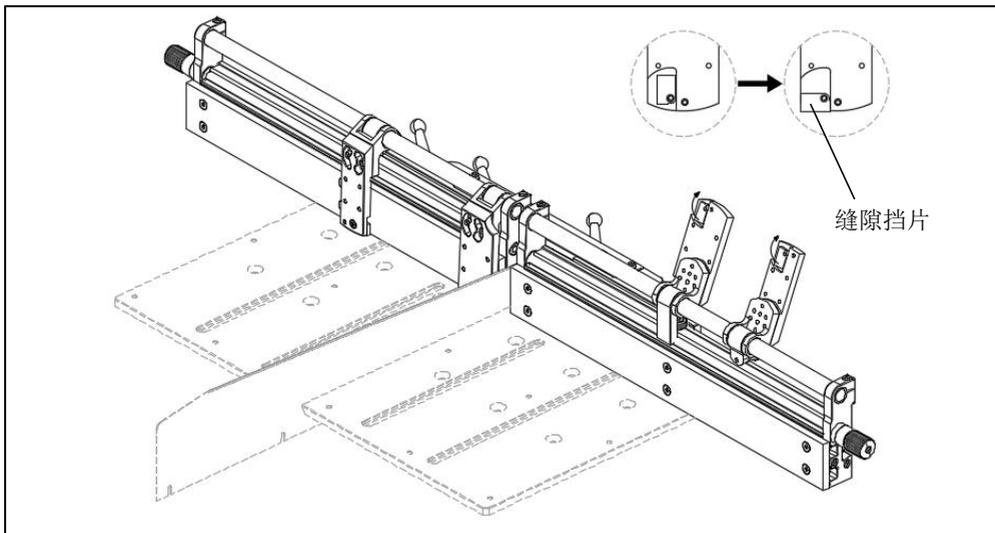

图 7
•如果锯切厚度小于 6mm 的工件，现有挡块无法有效限位，需使用缝隙挡片进行限位。如图 7 所示，松开红色缝隙挡片上的锁紧螺钉，转动挡片使限位挡块底侧靠住工件的一侧成为直角，然后锁紧螺钉即可。